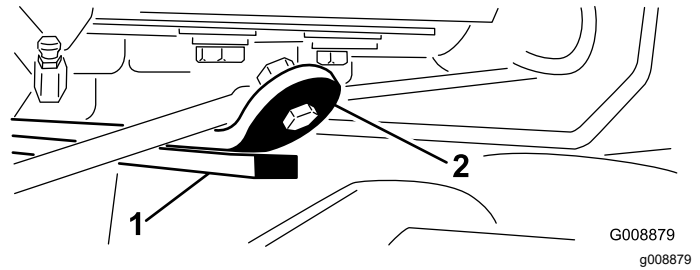

**Figura 13**
B. Allentate il controdado sul cilindro (Figura 13).